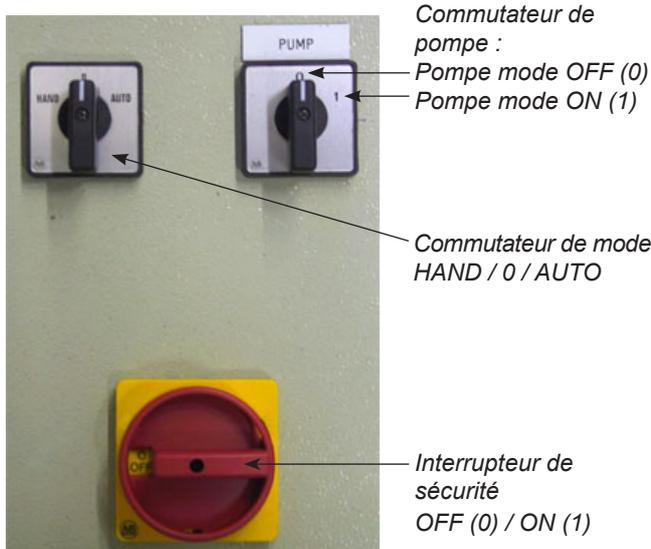

Fig. 1.7 Commutateur dans l'armoire de commande (en option)
- Avant d'entamer des travaux de manutention, le commutateur de sécurité (voir Fig. 1.7) doit être tourné en mode OFF (0) et verrouillé en mode OFF (0) à l'aide d'un cadenas.
Le filtre est muni d'un interrupteur de sécurité (voir Fig. 1.7). Pour un arrêt d'urgence, tournez le commutateur de sécurité en mode OFF (0).